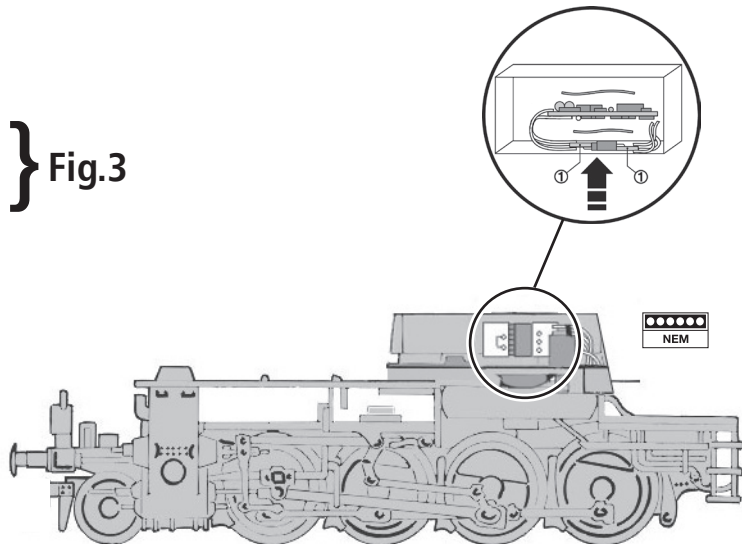

Fig. 9
**4. Motorwechsel:** Tendergehäuse abnehmen (Fig. 4). Dazu Tendergehäuse seitlich aufspreizen und nach oben abziehen. Danach wird der **Motor ausgebaut** (Fig. 9).
**4. Motor Changing:** First remove tender body (fig. 4). Pull out the sides of the body a little and pull upwards and then remove the motor (fig. 9).
**4. Remplacement du moteur:** Démontez la caisse du tender (voir fig. 4). Pour cela il faut écarter légèrement les parois et soulever la carrosserie. Sortez ensuite le moteur de son logement (voir fig. 9).